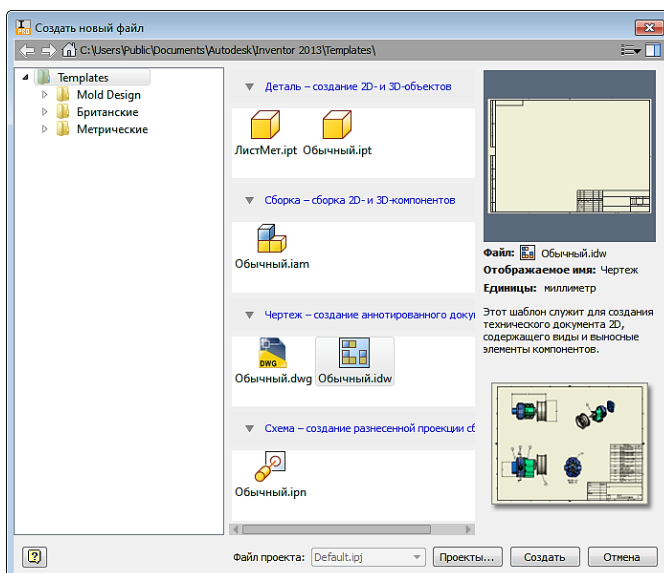

Рис. 3.92. Окно «Создать новый файл»
1. Загрузите среду «*Чертеж*». Для этого в меню приложения щелкните команду «*Создать*». Выберите кнопку *Обычный.idw*  (рис. 3.92). Программа *Autodesk Inventor* открывает пустой лист чертежа формата A3 с универсальной границей и основной надписью.